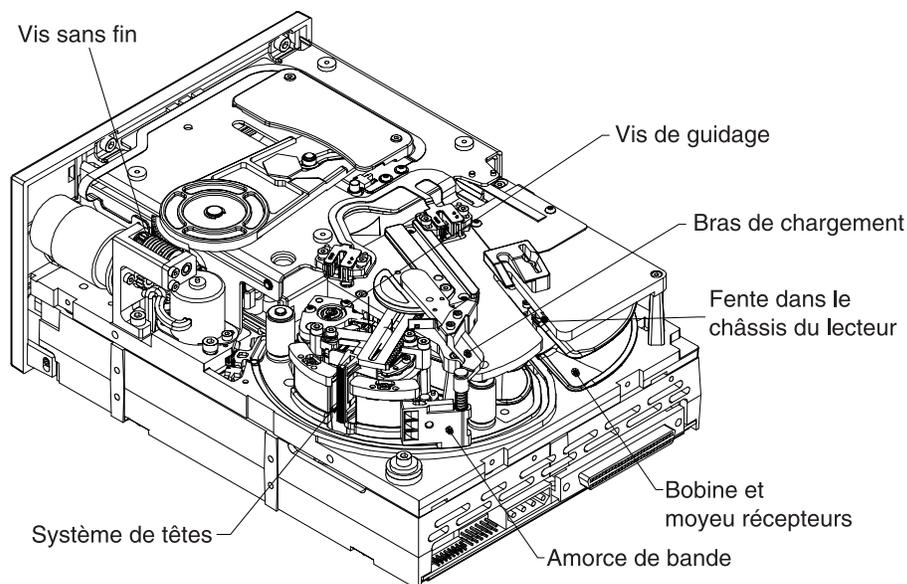

Figure 18. Schéma du Viper 200 montrant les principaux éléments utilisés pour le retrait manuel d'une cassette (pas de cassette dans le lecteur)
Suivez les étapes ci-dessous si la cassette est chargée et en place, la bande est mise en place entièrement ou partiellement dans le lecteur. Il vous faut un petit tournevis plat et une clé hexagonale de 1,5 mm. La figure 18 montre les principaux éléments du mécanisme du lecteur mentionnés dans le texte ci-dessous.
6. Faites tourner le moyeu pour aligner sa fente avec celle du châssis du lecteur (voir Figure 18).